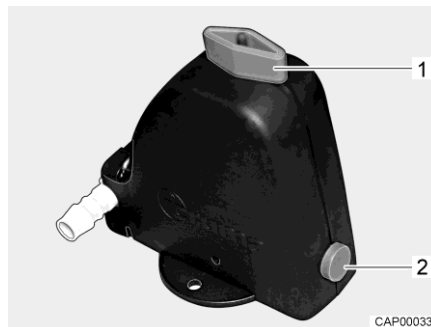
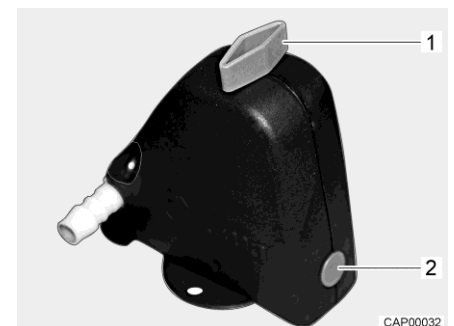

Fig. 121 Valvola di sicurezza/di scarico aperta
Fig. 122 Valvola di sicurezza/di scarico chiusa
- Chiudere la valvola di sicurezza/di scarico. A tal fine ruotare la manopola (Fig. 121,1) trasversalmente rispetto alla valvola di sicurezza/di scarico e premere verso l'interno il bottone automatico (Fig. 121,2). La valvola di sicurezza/di scarico chiusa è rappresentata in Fig. 122. Con temperature inferiori a 6 °C non è possibile chiudere la valvola di sicurezza/di scarico.